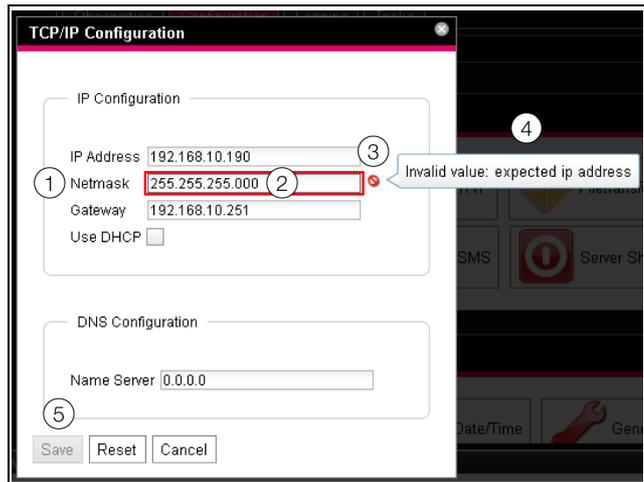

Abb. 110: Anzeige einer fehlerhaften Eingabe
- Hinter dem fehlerhaften Eintrag (Abb. 110, Pos. 2) im Feld **Netmask** (Abb. 110, Pos. 1) erscheint ein rotes „Verbotssymbol“ (Abb. 110, Pos. 3).
- Wenn Sie den Mauszeiger über das Verbotssymbol setzen, erscheint ein Hinweis mit Zusatzinformationen zum Fehler (Abb. 110, Pos. 4).
- Die Schaltfläche **Save** ist deaktiviert (Abb. 110, Pos. 5), so dass die aktuell hinterlegten Werte so nicht abgespeichert werden können.